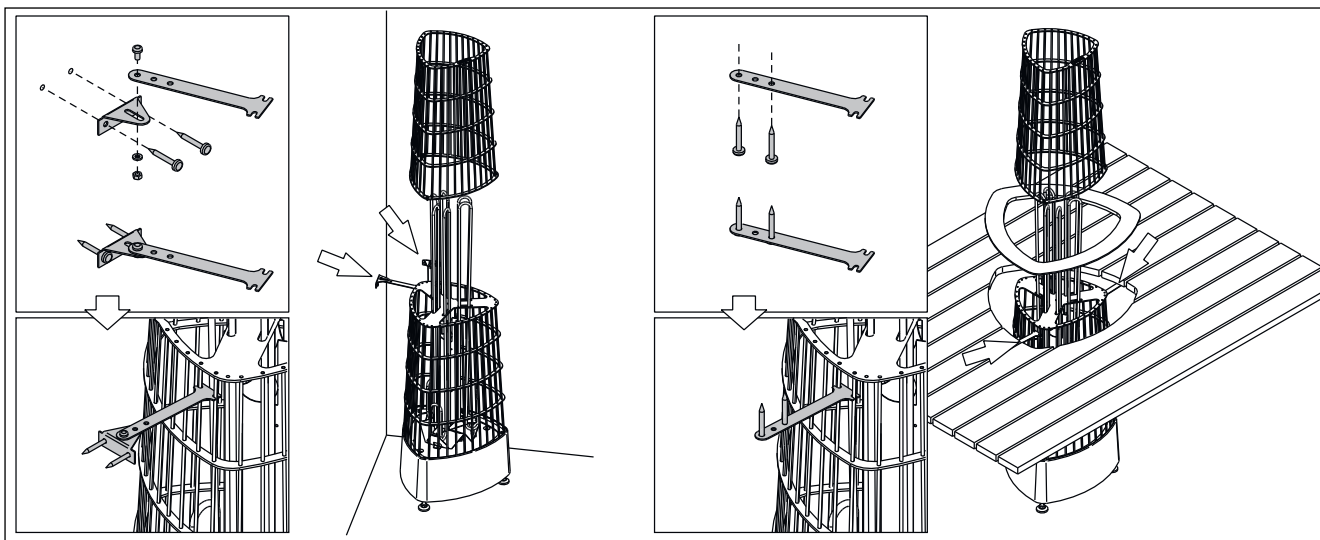

Рисунок 11. Установка нагревателя с помощью крепежных наборов
Рисунок 11а. Электромонтаж пульты управления
Рисунок 11б. Электромонтаж пульты управления
3. Чтобы прикрепить нагреватель к каркасу сауны, используйте крепежные наборы (2 шт.). На рис. 11 приведены примеры использования крепежных наборов. **Внимание! Крепление нагревателя с верхней части стального каркаса может затруднить складывание камней и техническое обслуживание.**